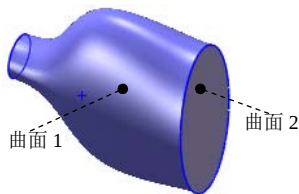

图 5.6.3 定义缝合对象
Step3. 定义缝合对象。选取图 5.6.3 所示的曲面 1 和曲面 2 为缝合对象。